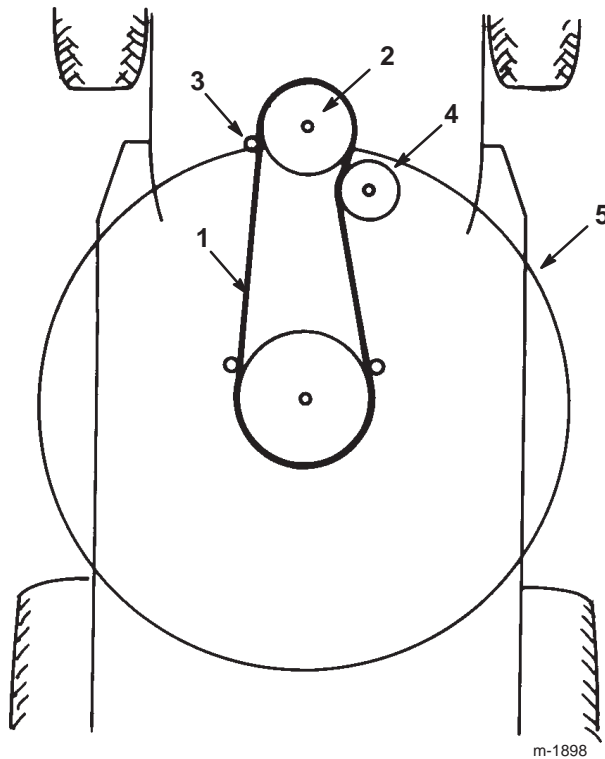

Bild 36
18. Nehmen Sie den Mähwerkriemen von der unteren Motorscheibe ab (Bild 36).
10. Montieren Sie den Mähwerkriemen an der unteren Motorriemenscheibe (Bild 36).